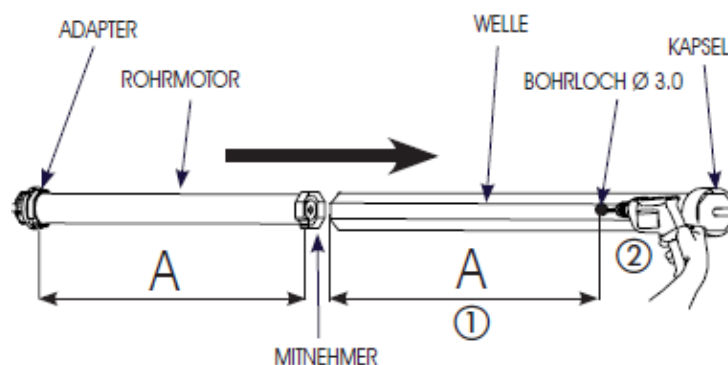

Abb. 3
1. Mit einem Bohrer  $\varnothing 3$  mm ein Bohrloch in die Welle (Abb.3,Bez.2) im Abstand A (Abb.3, Bez. 1) bohren.